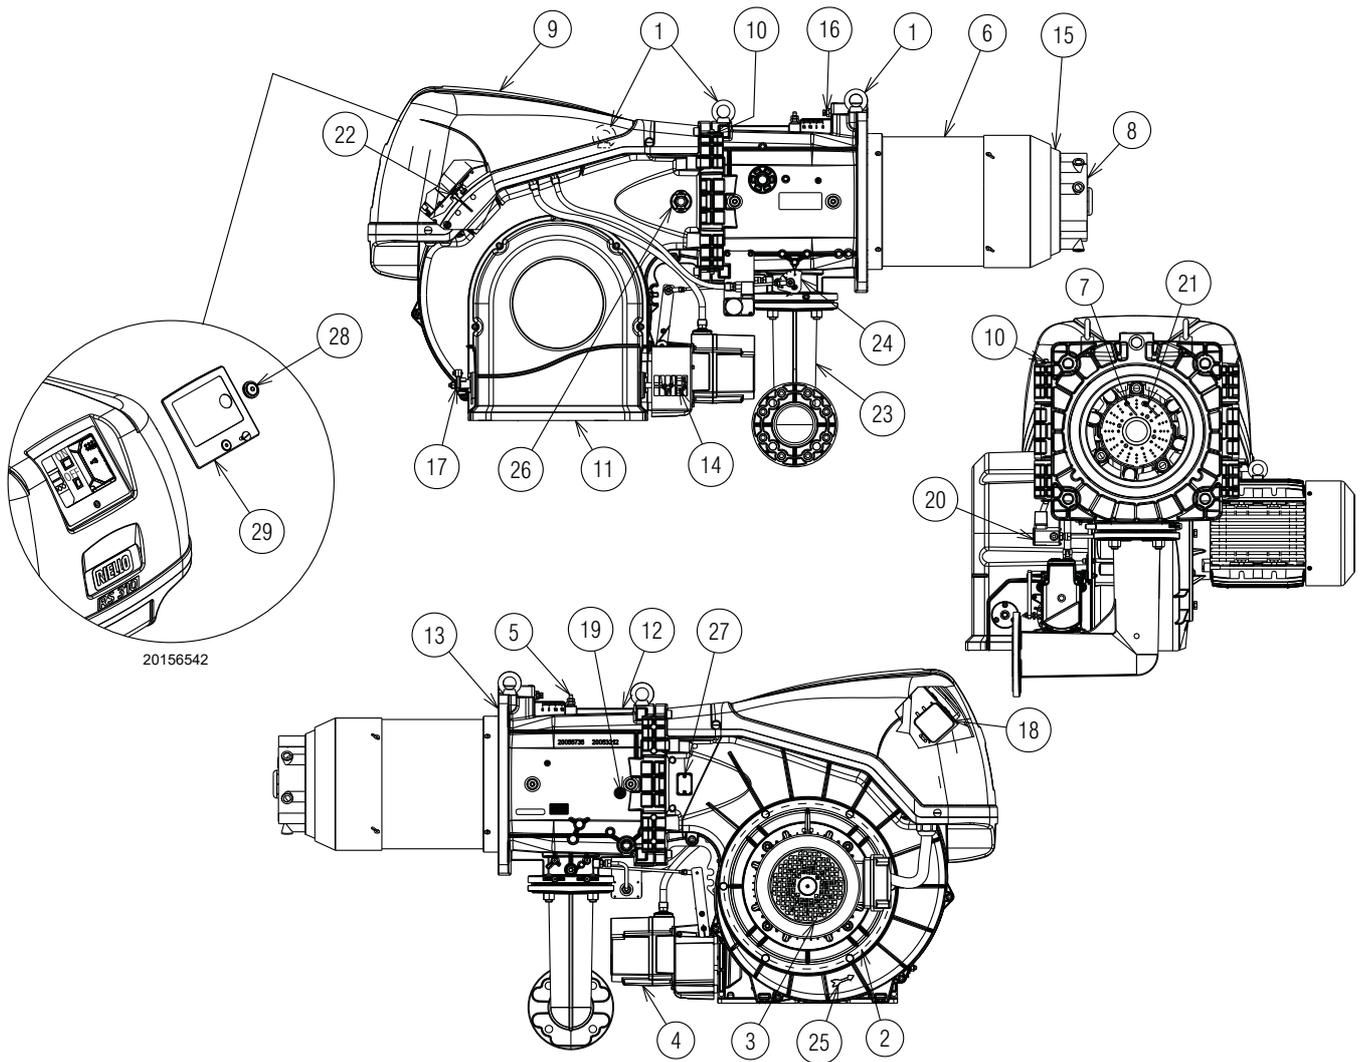

Fig. 5
(1) Condiciones de referencia: Temperatura ambiente 20°C - Temperatura gas 15°C - Presión barométrica 1013 mbar - Altitud 0 m s.n.m.
(2) Presión en la toma 5)(Fig. 5 en la pág. 13) con presión cero en la cámara de combustión y a la potencia máxima del quemador.
(3) Presión sonora medida en el laboratorio de combustión del fabricante, con quemador en funcionamiento en caldera de prueba, a la potencia máxima. La Potencia sonora se mide con el método "Free Field", previsto por la Norma EN 15036, y según una precisión de medición "Accuracy: Category 3", como se describe en la Norma EN ISO 3746.